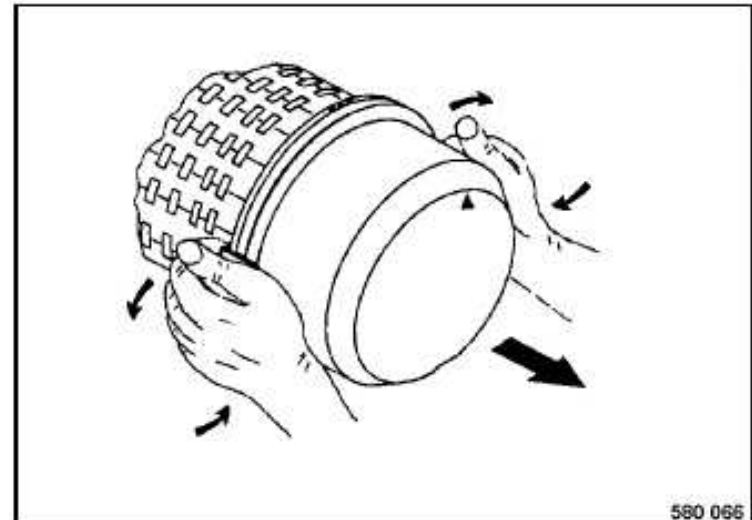

Fig. 155
- Abrir tres grapas en la tapa de la caja y retirar la tapa (Fig. 155).